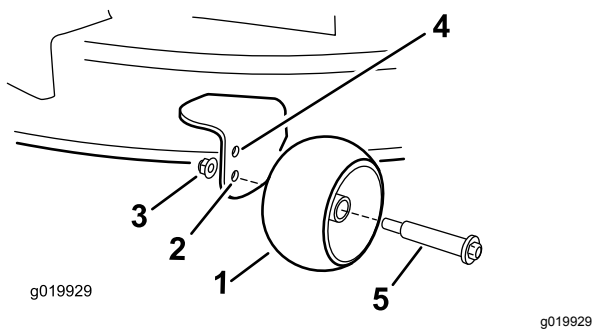

Bild 17
- Oberes Loch: Verwenden Sie diese Stellung mit dem Mähwerk in der Schnitthöheneinstellung 63 mm oder niedriger (Bild 17).
- Unteres Loch: Verwenden Sie diese Stellung mit dem Mähwerk in der Schnitthöheneinstellung 76 mm oder höher (Bild 17).